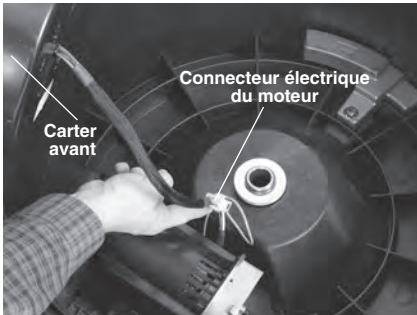

Figure 18 – Carter du dégraisseur ouvert
2. Servez-vous d'une clé Allen de 4 mm pour desserrer les vis du couvercle avant qui sont attachées au carter et au cadre. Relevez le carter pour débrancher le connecteur électrique du moteur (*Figure 18*). Enfilez le câble à travers l'orifice pour le réintroduire dans l'appareil. Retirez le carter avant.